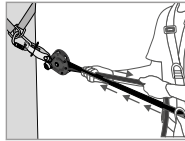
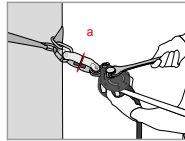

Fig 3
Fig 4
Une fois la ligne de vie installée, un pré-réglage de la tension doit être fait en tirant manuellement sur la corde (coté nœud d'extrémité —Fig. 3). Automatiquement la came (8) et le levier de came (4) doivent venir en contact avec le cordage. Rabattez le levier de came (4), puis, par l'intermédiaire d'une clé adaptée, appliquez la tension sur l'axe de réglage tension (1) jusqu'à ce que la rondelle témoin de tension (a) placée sur le témoin de tension (2) tourne librement (Fig. 4). Dès que celle-ci est libre de mouvement, **NE PAS SERRER PLUS !** Cela correspond à une pré-tension sur la ligne de 0.5 kN environ. En utilisation, vérifiez régulièrement cette tension (rotation de la rondelle témoin de tension) et ajustez si nécessaire comme expliqué ci-dessus. **ATTENTION !** Ne pas essayer de faire d'action de desserrage sur l'axe de réglage tension (1) avec la clé, la came (8) résiste à ce desserrage et résiste aux rotations dans les sens antihoraire. Une action importante de desserrage dans ce sens peut avoir des conséquences néfastes sur le fonctionnement du système et sur l'état de la corde.